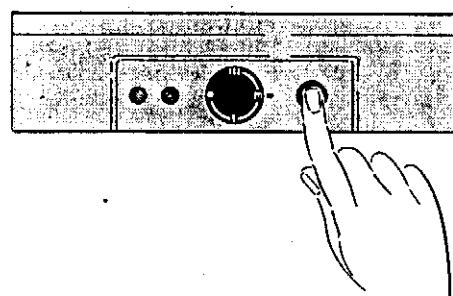

Рис.11
Для быстрого нагрева (например, после отбора большого количества воды) следует нажать черную клавишу (2, рис. 10), как это изображено на рис. 11. Включается наибольший нагрев бойлера, дополнительно загорается желтая сигнальная лампа (4).